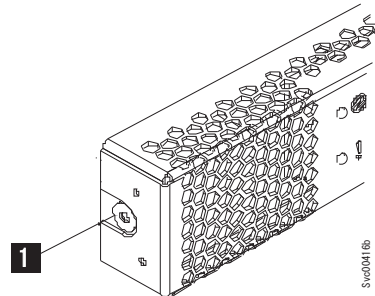

図 73. 2145-CG8 または 2145-CF8 サービス・コントローラーの左側の解放ボタン
6. コントローラーの各側面にあるくぼみの中の青色のサービス・コントローラー解放ボタンを見つけます。図 73 を参照してください。